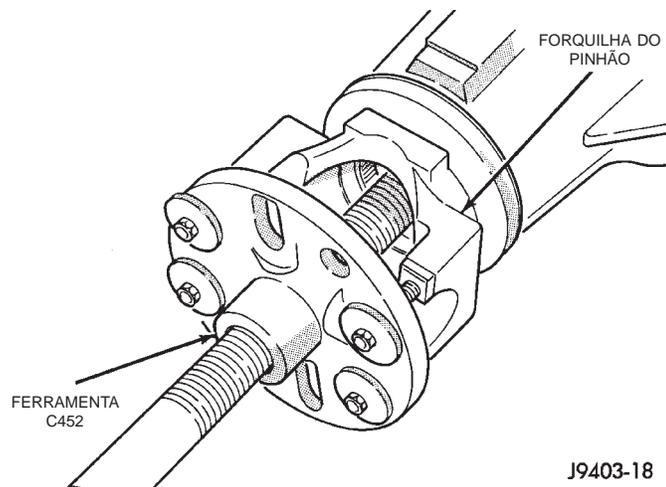

Fig. 14 Remoção da Forquilha
(1) Eleve e apoie o veículo.
(2) Faça uma marca na junta universal, forquilha do pinhão e eixo do pinhão para obter referência.
(3) Desconecte a árvore de transmissão da forquilha do pinhão. Prenda a árvore de transmissão em uma posição para cima, para evitar danificar a junta universal traseira.
(4) Remova os jogos de roda e de pneu.
(5) Remova os tambores do freio para evitar arrastar. O arrasto pode evitar uma medida de torque de giro do rolamento falsa.
(6) Gire a forquilha do pinhão três ou quatro vezes.
(7) Meça a quantidade de torque necessária, para girar a engrenagem do pinhão com um torquímetro tipo mostrador (pol.-lbs.). Registre a leitura do torque, para usar como referência na instalação.
(8) Pressione a forquilha com a Chave 6719. Remova a porca e a arruela do eixo do pinhão.
(9) Remova a forquilha com o Removedor C-452 (Fig. 14).
(10) Remova a vedação do eixo do pinhão com a ferramenta para fazer alavanca ou parafuso montado com martelo corrediço.